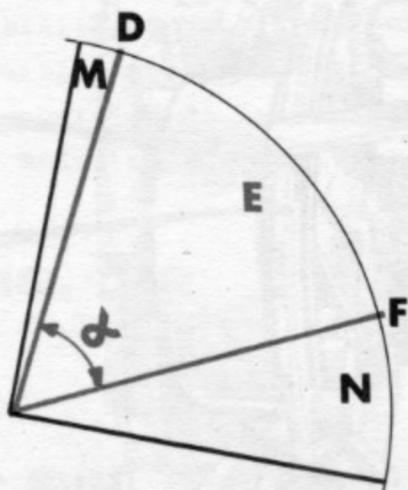

FIG. 166
La distance qui sépare le galet de réaction (22) de la rampe (21) (Fig. 165) montée sur le bras de relevage arrière droit, détermine la position de la zone d'effort contrôlé (voir Fig. 166, 167 et 168).
Si cette zone est trop décalée vers le haut, il est impossible d'obtenir une réaction aux poussées appliquées par l'outil sur le troisième point (Fig. 166).